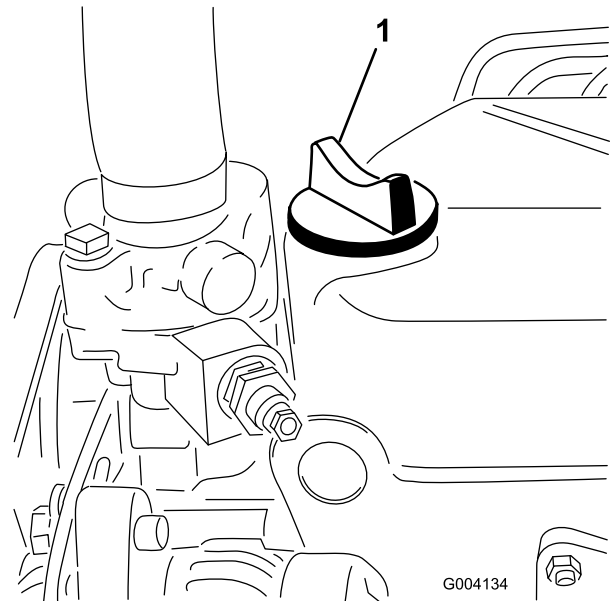

Figura 28
5. Si el nivel de aceite está por debajo de la marca Lleno, retire el tapón de llenado (Figura 28) y añada aceite hasta que el nivel llegue a la marca Lleno de la varilla.